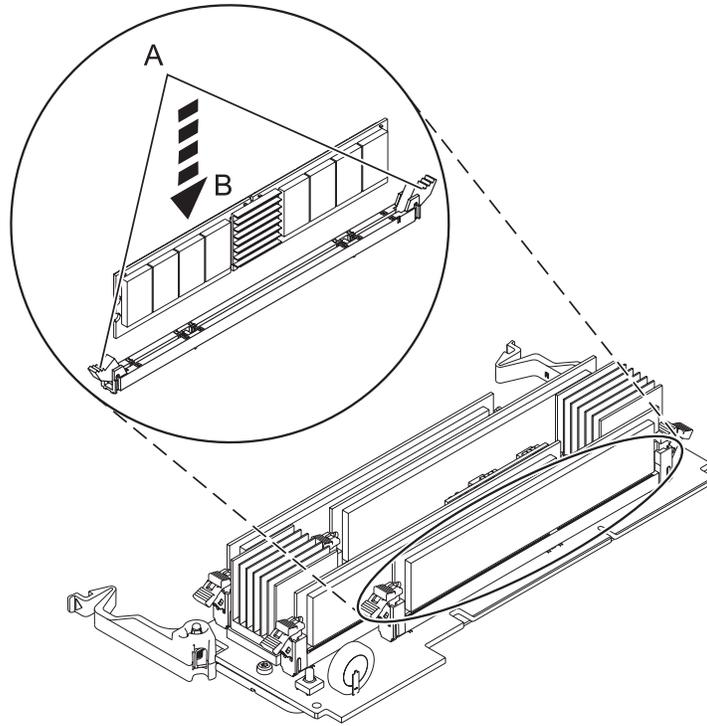

Figura 11. Substituir um módulo de memória
12. Certifique-se de que as patilhas de fecho do conector (**A**) estão premidas para fora, na posição de desbloqueio, tal como ilustrado na Figura 11 na página 23, antes de instalar um módulos de memória novo.